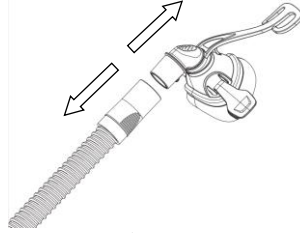

Fig. 18-6
(3) Sostenga tanto el manguito del tubo de aire como el giro de la máscara, luego separe suavemente como se ve en la Fig. 18-6.